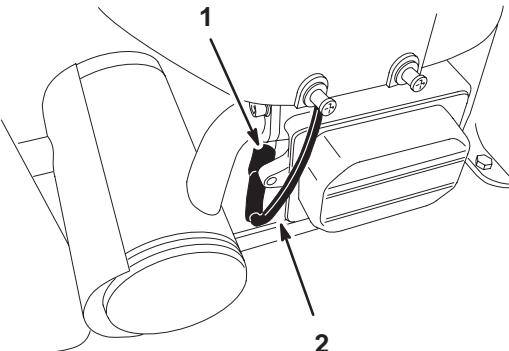

Bild 26
6. Ziehen Sie den Zündkerzenstecker ab (Bild 26).
8. Entfernen Sie die Zündkerze und die Metallscheibe (Bild 26).
3. Stecken Sie den Zündkerzenstecker wieder auf die Zündkerze auf (Bild 26).